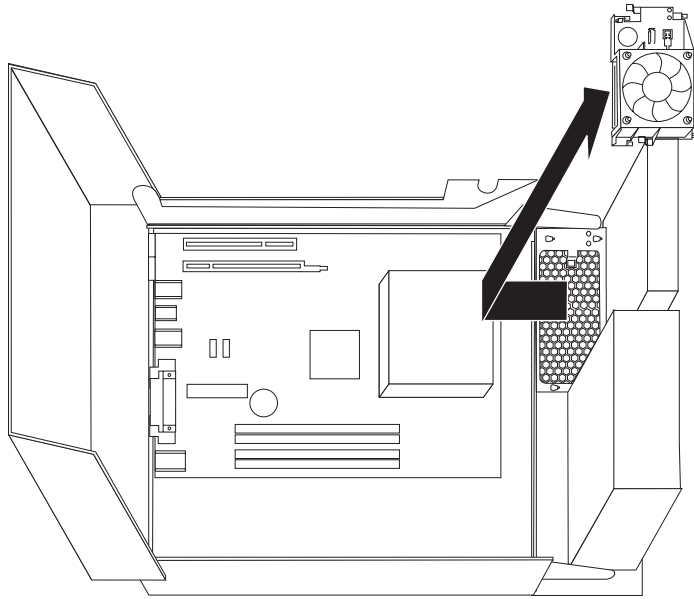

Figura 33. Accesso all'assieme delle ventola
2. Ruotare l'assieme del vano unità verso l'alto per accedere all'assieme della ventola **1**. Vedere Figura 33 a pagina 39.